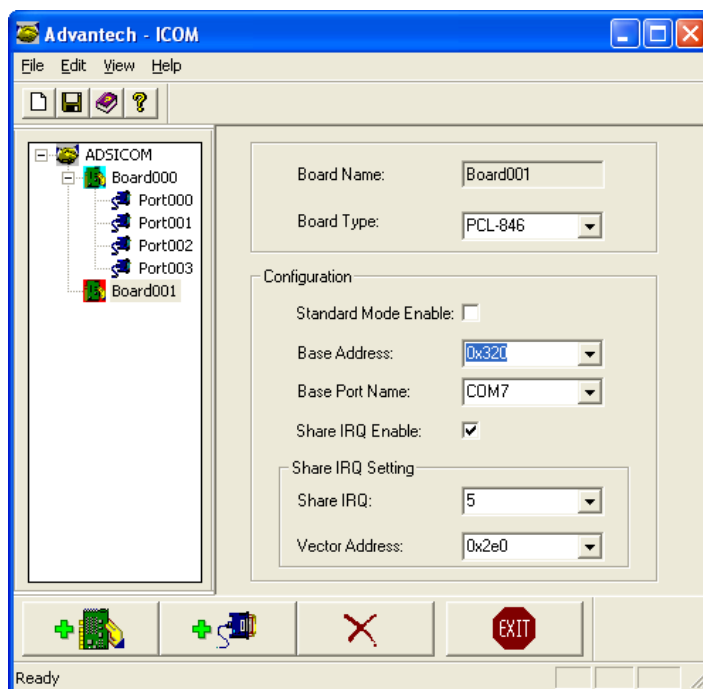

Рисунок 4 - Конфигурация второй платы расширителя портов
- 6) Для этого нажмите кнопку  внизу экрана. Параметры установите в соответствии с рисунком Рисунок 4. Далее нажмите кнопку  для добавления портов;